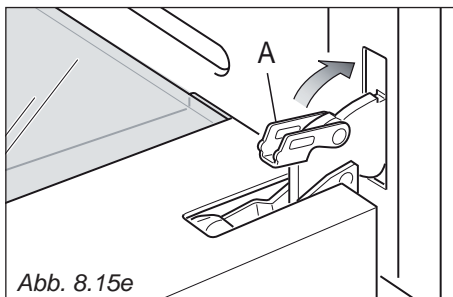

Abb. 8.15e
- Entriegeln Sie die Tür, indem Sie sie vollständig öffnen und die Haltebügel "A" auf den linken und rechten Türarm schieben (Abb. 8.15e).